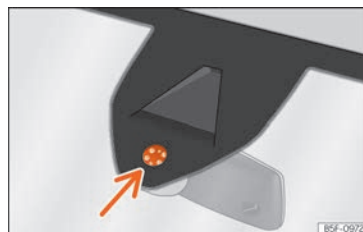

Abb. 114 Sensitive Fläche des Regensensors.
Mögliche Ursachen für Störungen und Fehlinterpretationen *im Bereich der sensitiven Fläche* »» **Abb. 114** des Regensensors sind u. a.:
- **Sensitive Fläche des Regensensors regelmäßig reinigen und Wischerblätter auf Beschädigungen prüfen »» Abb. 114 (Pfeil).**